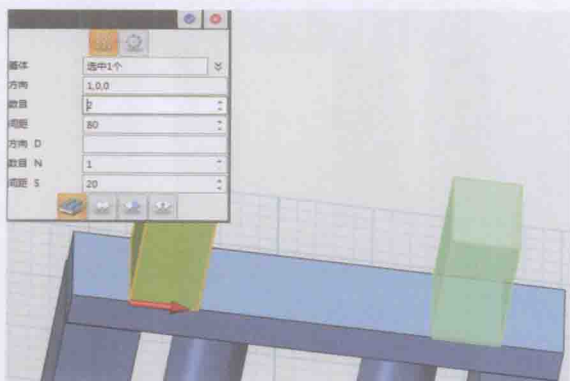

图 1-2-12
10. 仍然采用阵列命令。方向如下图红色箭头方向, 数目为 2, 间距为 80, 得到另一个六面体, 如图 1-2-12 所示。